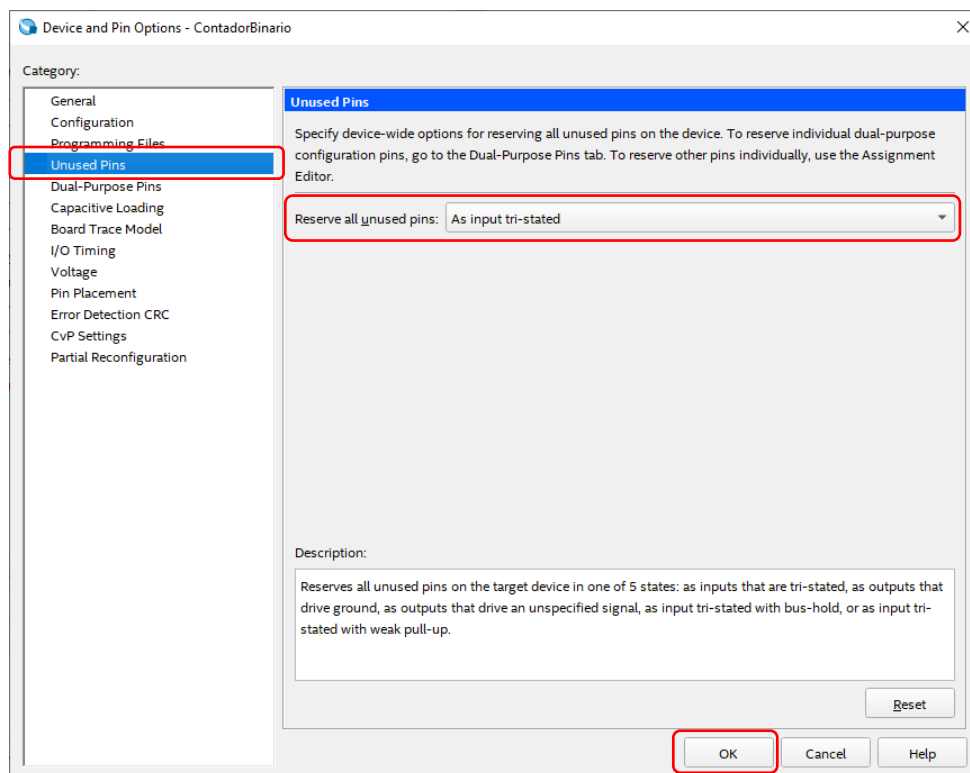

Fig. 11 – Ajuste dos pinos não utilizados como “As input tri-stated”.
14. Na janela seguinte que se abre, escolha as opções ***“Unused Pins”*** e ***“As input tri-stated”***, conforme ilustra a **Fig.11** e salve a opção escolhida clicando em ***“OK”***.